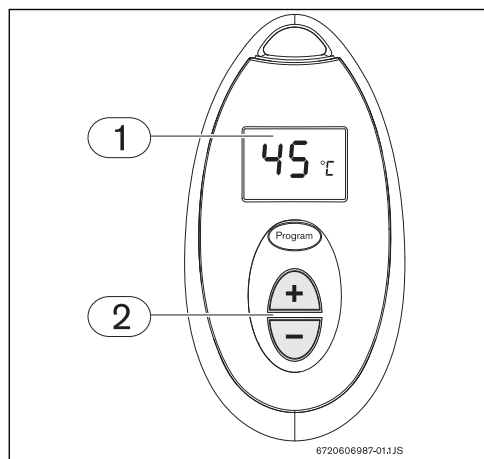

Fig. 20 Regulación de la temperatura
- Presione las teclas  o  del mando a distancia (Fig. 20 , [pos. 2]) hasta que figure la temperatura deseada en la pantalla del mando a distancia (Fig. 20 , [pos. 1]).